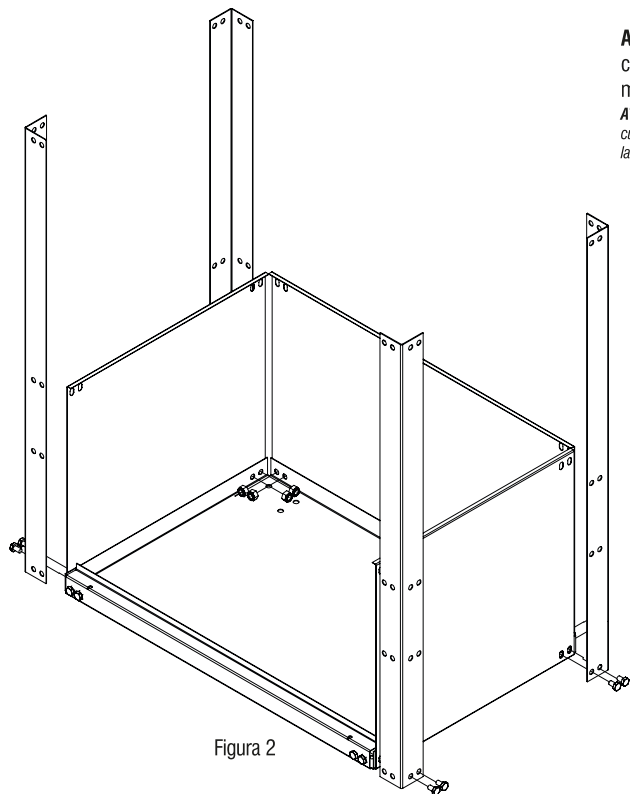

Figura 2
Inicie a montagem pela bandeja inferior (1) posicionando as 4 colunas (2) nos quatro cantos da bandeja (Figura 2), posicione também os fechamentos laterais (8) e fechamento posterior (7), coloque todos os parafusos com a mão, sem o aperto final. Para fixação da bandeja intermediária (3), encaixe a mesma por dentro das colunas e por baixo das abas dos fechamentos (7 e 8) conforme figura 3.1.
Inicie el montaje por la bandeja inferior (1) colocando las 4 columnas (2) en las cuatro esquinas de la bandeja (Figura 2), coloque también los cierres laterales (8) y el cierre posterior (7), coloque todos los tornillos a mano, sin apretarlos definitivamente. Para fijar la bandeja intermedia (3), colóquela en el interior de las columnas y bajo las lengüetas de las tapas (7 y 8) según la figura 3.1.